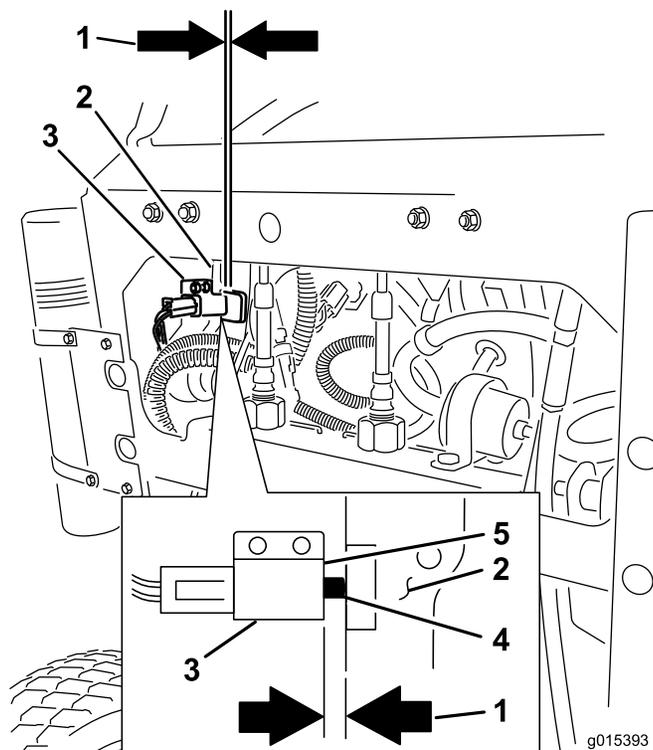

Figura 65
11. Depois de o travão ser ajustado, verifique o interruptor da alavanca (Figura 65).
12. Verifique a folga entre a alavanca do travão e a face do interruptor como apresentado em Figura 65.